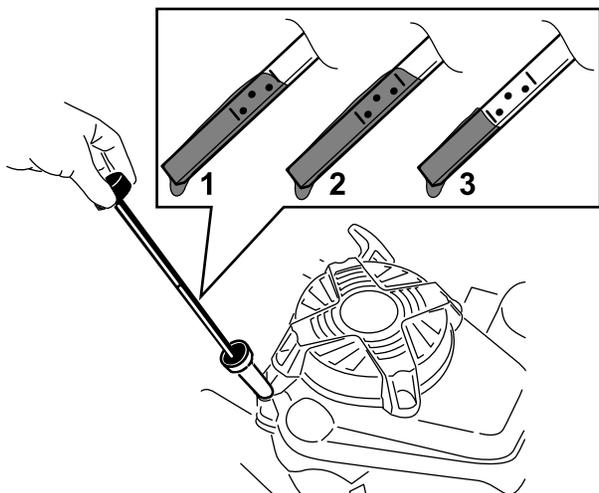

Рисунок 6
- Извлеките масломерный щуп, повернув крышку против часовой стрелки и вытянув его (Рисунок 6).
- Определите уровень масла по отметкам на щупе (Рисунок 6).